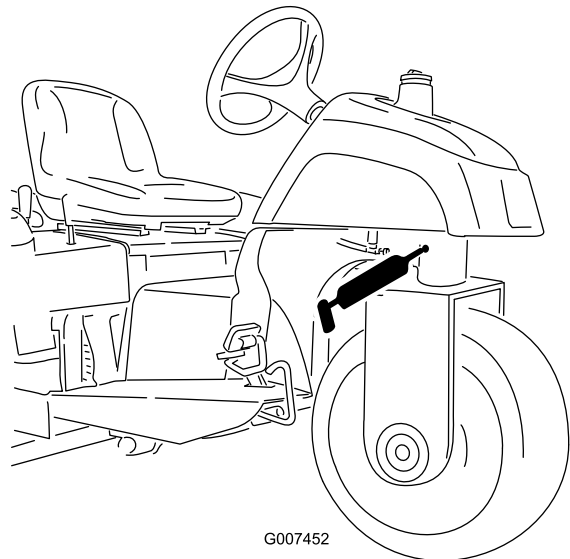

Figura 23
- perno dello sterzo (Figura 23)
Nota: Il raccordo piano sul perno dello sterzo (Figura 23) richiede un adattatore per l'ugello della pistola d'ingrassaggio. Ordinate il componente Toro n. cat. 107-1998 presso il vostro distributore Toro autorizzato.